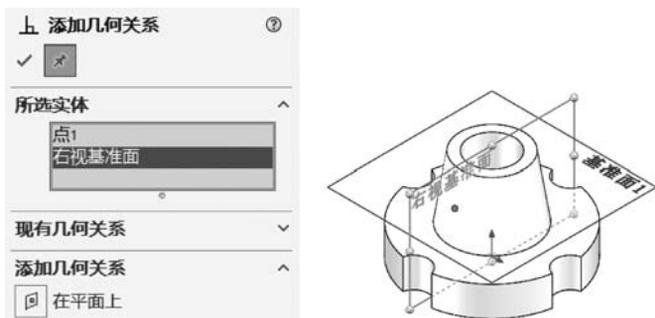

图 5-41 定位圆心点 2
② 单击【添加几何关系】按钮 , 激活【所选实体】列表, 选择圆心点与右视基准面, 单击【在平面上】按钮 , 如图 5-41 所示, 单击【确定】按钮 。